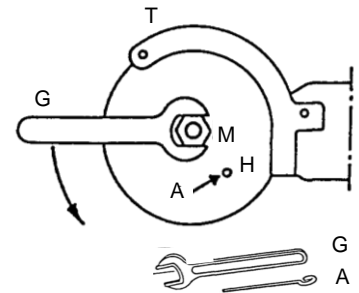

Fig. 7.2: Soltar el disco de sierra
- 2) Introduzca el perno de fijación (A) en la perforación del disco de sierra (H) y gírelo junto con el disco de sierra contra la cubierta protectora (T). Ponga la llave de boca (G) sobre la tuerca de tensión hexagonal (M) y aflójela en la dirección indicada, ver fig. 7.2.
- 3) Quite cuidadosamente la tuerca de tensión hexagonal (M) y el disco de sierra.